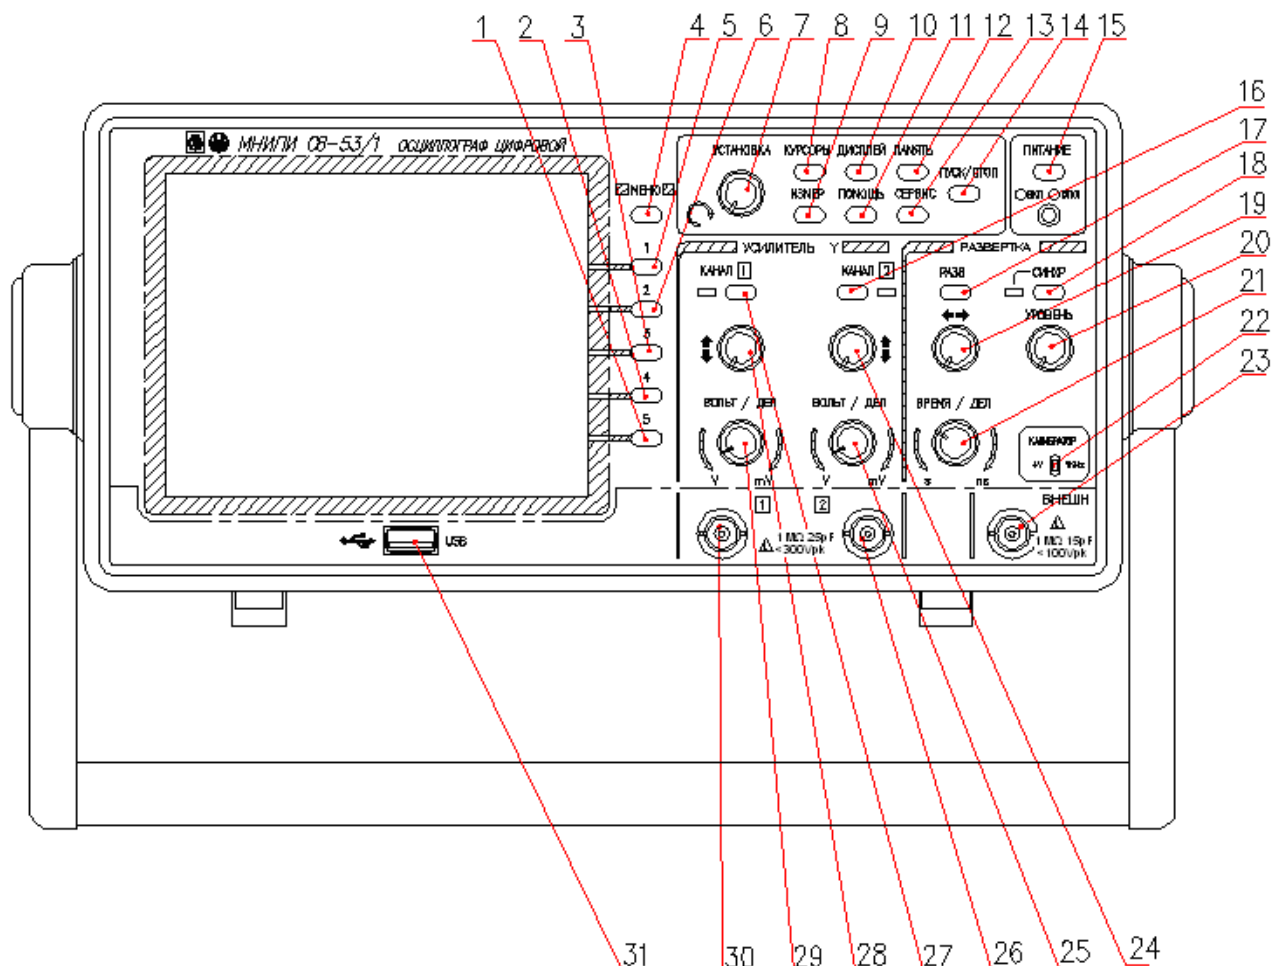

Рисунок 2.1 – Передняя панель осциллографа
2.3.1 Внешний вид осциллографа представлен на рисунке 1.1. Органы управления, настройки, подключения и индикации на передней панели для удобства работы оператора сгруппированы по зонам (рисунок 2.1).